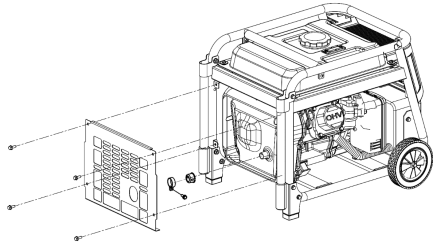

Figura 15 Smontare il parascintille
7.5 Riparazione del parascintille, si veda Figura 15.